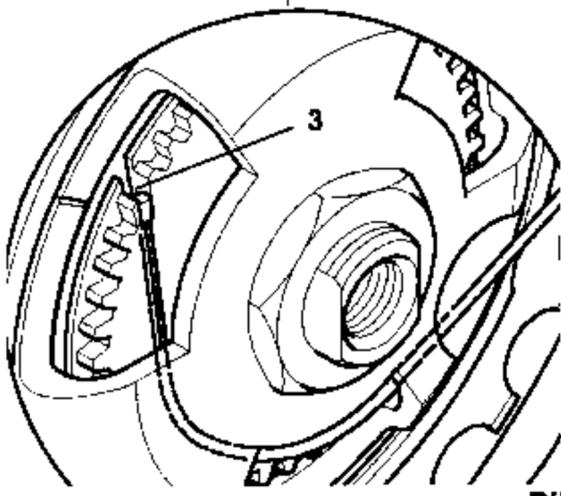

Bild 11
2. Variante: (Bild 11)
- Die Einhängungsnut (3) befindet sich gegenüber dem kleinsten Fenster.
- Seilnippel einsetzen und in die Nut (3) ziehen.